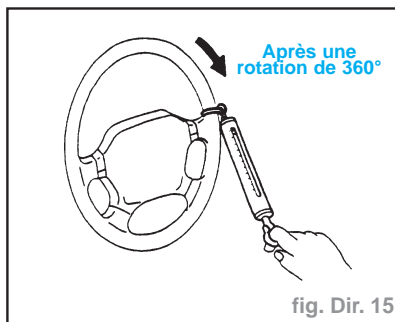

fig. Dir. 15
- Vérifier la force de rotation du volant après avoir tourné le volant de **360°** à partir du point neutre (fig. Dir. 15) :